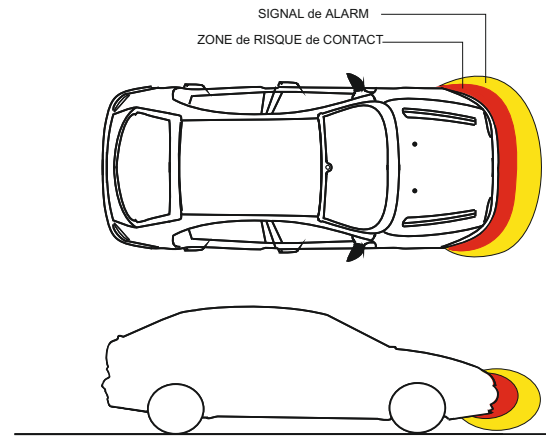

Fig. 6
d) Insérer dans l'ECU tous les connecteurs dans leurs positions (voir Fig. 6)
L'activation de l'appareil est obtenue en appuyant sur le bouton d'activation et confirmé par un signal de "OK". Une fois activé, le **EPS-DUAL FRONT** génère autour du pare-chocs, sur lequel est installé, une protection (fig. 6) la zone.
- Les distances varient en fonction de la taille de l'obstacle et correspondent à la zone centrale du pare-chocs, sur les bords latéraux les distances sont inférieur (voir figure 6)